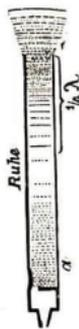

Abb. 207
b) Bei der **Lippenpfeife** (Abb. 207) wird der Luftstrom gegen eine scharfe Kante (die Lippe) geblasen. Diese nun bringt durch ihr Schwingen die Luft im Rohr zum Schwingen.
An der Lippe herrscht beim Anblasen eine heftige Luftbewegung; man sagt: Hier liegt ein **Schwingungsbauch**. — Ist die Röhre oben offen, so herrscht auch oben ein **Schwingungsbauch**. — In der Mitte zwischen beiden ist die Luft nachweislich stets in Ruhe. (Zeige dies an Abb. 207!) Man sagt: Hier liegt ein **Knoten**. Ist das obere Ende der Pfeife aber geschlossen, so kann sich auch hier die Luft nicht bewegen; es liegt also auch hier ein **Wellenknoten**.